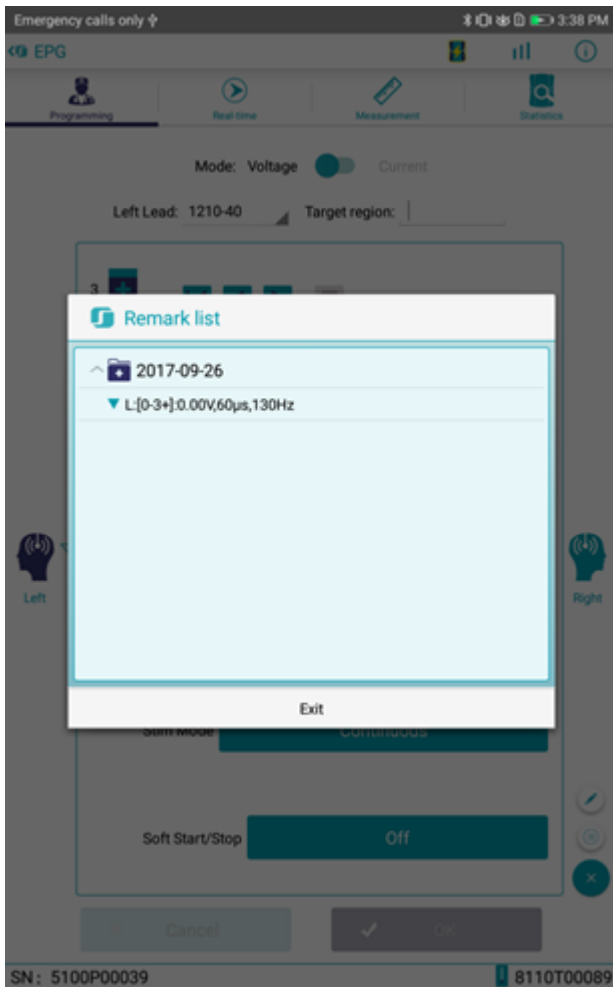

Figura 34: Lista de observaciones.
3) Haga clic en la fecha objetivo cuando los comentarios se agregan en la lista de Comentarios para expandir el nombre de ese comentario específico (Figura 34).